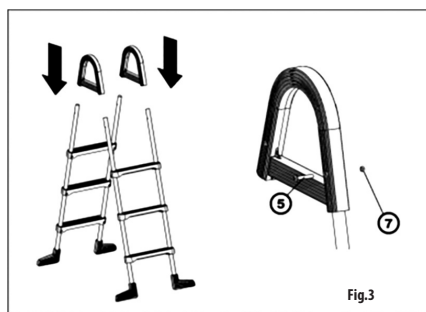

Fig. 3
Skjut in fömonterade stegen i plastbågar (2) (Fig. 3) och skruva ihop med medföljande skruvar (5). Se till att stegen är riktade åt rätt håll (skruvtoppar skall riktas „ut“ från poolstegen).